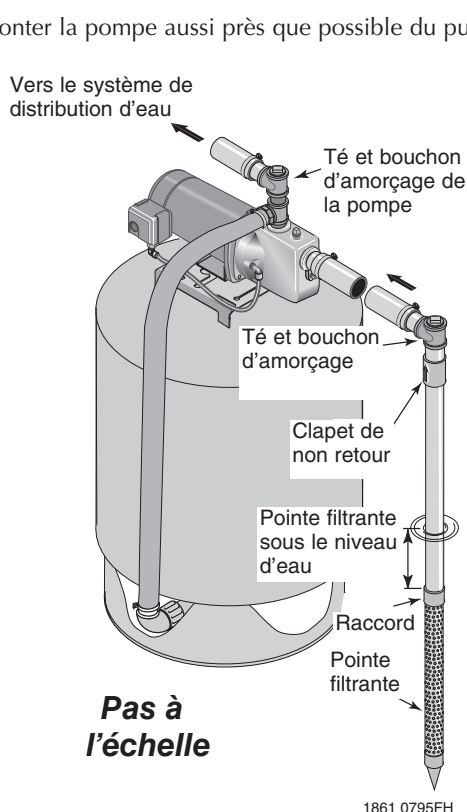

Figure 1 : Installation avec pointe filtrante
## INSTALLATION AVEC POINTE FILTRANTE (FIGURE 1)
- 3° Utiliser le moins de raccords possible (surtout s'il s'agit de coudes) pour la canalisation entre le puits et l'orifice d'aspiration de la pompe. Le tuyau d'aspiration de la pompe doit être d'un diamètre aussi gros que celui de l'orifice d'aspiration de la pompe (prévoir un clapet de non retour si la pompe n'en possède pas; voir Figure 1). Fixer et consolider la canalisation de façon à éliminer tout point bas ou affaissement, à éviter toute contrainte sur le corps de la pompe et à obtenir une légère rampe vers le haut entre le puits et la pompe (tout point haut peut former une poche d'air qui peut s'opposer au passage de l'eau). Rendre étanches les joints du tuyau d'aspiration avec du ruban d'étanchéité en PTFE pour filetage. Les joints doivent être hermétiques et étanches. *Si la conduite peut aspirer de l'air, la pompe ne pourra pas pomper l'eau du puits.* Si le débit d'une seule pointe ne suffit pas, on peut raccorder deux ou trois pointes sur le tuyau d'aspiration.